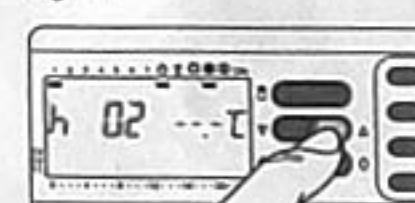

Fig. 70
**13.6** - Premere il pulsante **V** oppure **A** sino a raggiungere il numero di ore desiderato da 1 a 99 (fig. 70).